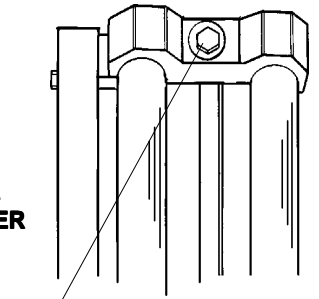

Figure 29
1. Loosen the bolts in the **UPPER** and **LOWER BRACKETS. (A)** In **Figures 29** and **30**.
2. Slide the **LEFT TUBE (B)** up out of the **LOWER BRACKET** until it is above the **CUTTING HEAD (C)**. Rotate the **CUTTING HEAD** around the **RIGHT TUBE (D)** and lower the **LEFT TUBE BACK** into the **LOWER BRACKET**.
1. Lösen Sie die Bolzen in den **oberen** und **unteren HALTERUNGEN, (A)** IN **Abbildung 29** und **30**.
2. Schieben Sie das **linke Rohr (B)** nach oben aus der unteren **Halterung**, bis es über den **Schneidekopf (C)** ist. Drehen Sie den **Schneidekopf** um das **rechte Rohr (D)** schieben Sie das **linke Rohr** wieder zurück in die **untere Halterung**.
1. Desserrez les boulons dans les **BRIDES DE FIXATION SUPÉRIEURE ET INFÉRIEURE. (A)** Voir les **Figures 29 et 30.**
2. Faites glisser le **TUBE GAUCHE (B)** vers le haut pour le retirer du **SUPPORT INFÉRIEUR** jusqu'à ce qu'il se trouve au dessus de la **TÊTE DE COUPE (C)**. Faites pivoter **LA TÊTE DE COUPE** autour du **TUBE DROIT (D)** et rabaissez le **TUBE GAUCHE** dans **LA BRIDE DE FIXATION INFÉRIEURE.**